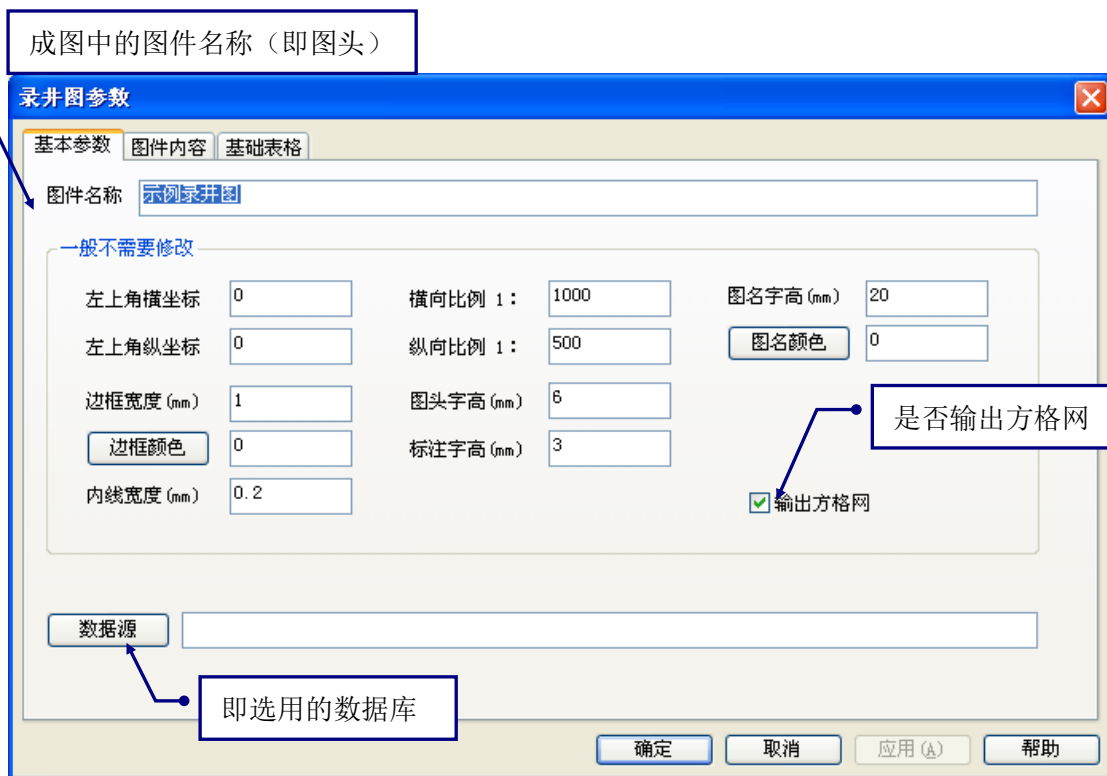

图 15
(2) 单击 **定义参数(高级)...**，进入图 15 所示的录井图参数界面，此界面包括三个选项板，下面逐一具体介绍。